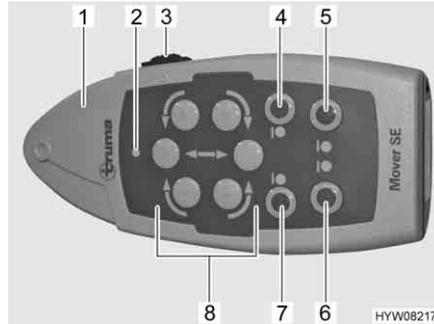

Bild 7 Fernbedienung
- Schiebeschalter (Bild 7,3) an der Fernbedienung (Bild 7,1) auf "EIN" (I) schieben. Wenn die grüne LED (Bild 7,2) leuchtet, ist das Rangiersystem betriebsbereit.
- Auf beiden Seiten die Antriebsrollen an die Reifen schwenken. Dazu die Tasten "Anschwenken" (Bild 7,4 und 7) drücken.
- Das Fahrzeug mit den Richtungstasten (Bild 7,8) in die gewünschte Position bewegen.
- Auf beiden Seiten die Antriebsrollen von den Reifen wegschwenken. Dazu die Tasten "Wegschwenken" (Bild 7,5 und 6) drücken.
- Schiebeschalter (Bild 7,3) an der Fernbedienung auf "AUS" (O) schieben.